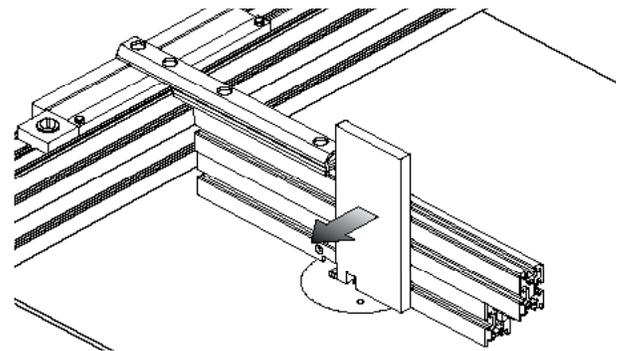

Figure 21: Premier usinage d'une queue droite.
5. Coupez d'équerre l'extrémité de deux pièces d'essai de la même largeur, de 3 po à 4 po (75 mm à 100 mm) de largeur, de 4 po à 6 po (100 mm à 150 mm) de longueur et de la même épaisseur que les pièces avec lesquelles vous comptez réaliser votre assemblage à queues droites. Placez une des pièces d'essai debout, plat contre le guide perpendiculaire et chant en butée contre la cale fixe, comme le montre la **figure 21**. Exécutez un premier usinage sur cette pièce d'essai, puis mettez la toupie hors tension.